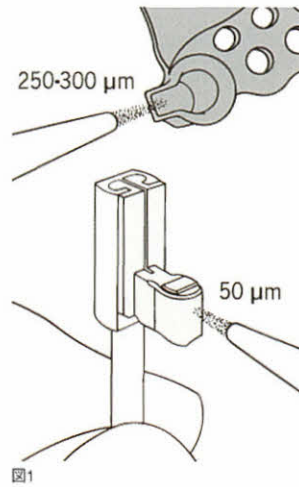

図1
- 4 アタッチメントのボンディングされる部分には $50\mu\text{m}$ の酸化アルミナを使用し、コバルトクロームのフレームには $250\text{-}300\mu\text{m}$ の酸化アルミナを使用してください(図1)。ブラスト後、ボンディングされる表面には触れないように注意してください。